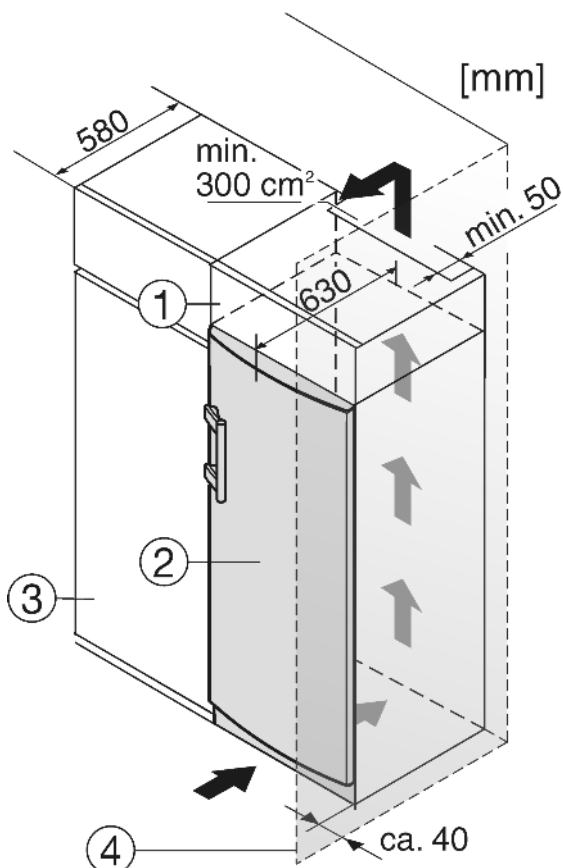

Fig. 8
- (1) Шафа для встановлення на пристрій
(2) Пристрій
(3) Кухонна шафа
(4) Стінка
Перед встановленням пристрою можна змінити його конструкцію відповідно до кухонної шафи. Щоб привести висоту пристрою Fig. 8 (2) у відповідність із розмірами кухонної ніші, можна встановити на нього спеціальну шафу Fig. 8 (1).
При комбінуванні з кухонними шафами (глибина макс. 580 мм) пристрій можна встановити безпосередньо поруч з кухонною шафою Fig. 8 (3). Дверцята пристрою виступають за лінію кухонної шафи на 34 мм з боків і на 50 мм посередині. Завдяки цьому їх можна без проблем відкривати та закривати.
Якщо пристрій встановлюється поряд зі стінкою Fig. 8 (4), відстань між пристроєм та стінкою повинна бути не менше 40 мм. Це відповідає необхідній відстані для ручки після відкривання дверцят.